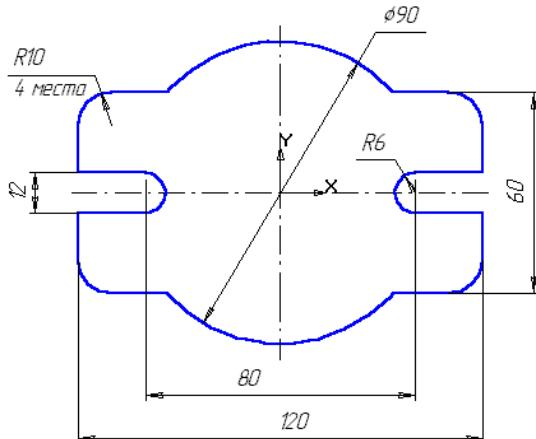

Рис. 1.23. Чертеж пластины
**Задание.** Постройте чертеж пластины, приведенный на рис. 1.23.